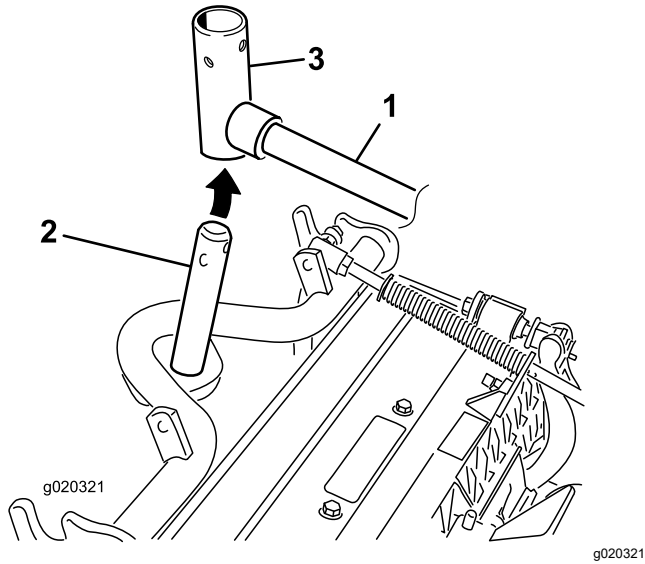

Bild 10
9. Frontmähwerke: Schieben Sie ein Mähwerk unter den Hubarm und schieben Sie gleichzeitig die Trägerrahmenwelle in das Gelenkjoch des Hubarms (Bild 10).
- B. Setzen Sie das Hubarmjoch in die Trägerrahmenwelle ein (Bild 10).